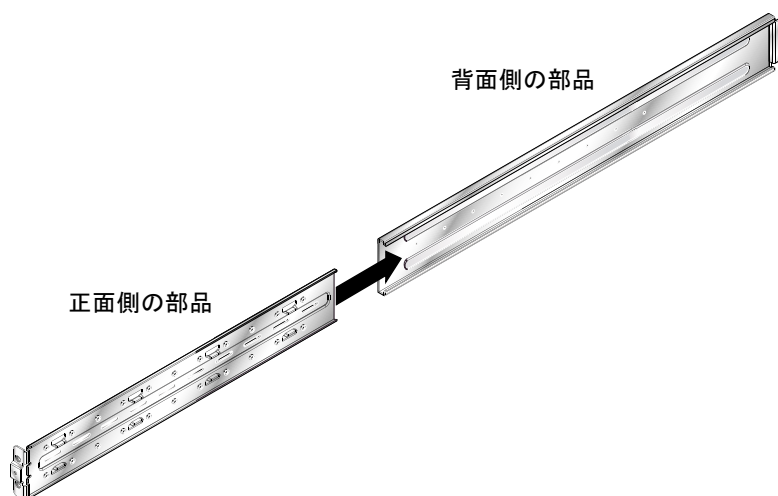

図 3-2 正面側と背面側の部品のスライド (19 インチ 4 ポストラック)
1. ラック固定部品の正面側と背面側の部品をスライドさせて組み合わせます (図 3-2)。